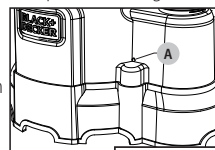

Imagen 3
- Esta bomba está equipada con un orificio contra el bloqueo de aire. De este orificio saldrá un chorro de agua cuando la bomba esté en funcionamiento. Esta es una característica normal de esta bomba. Cuando una bomba se bloquea por aire, funciona, pero no mueve agua. Un bloqueo de aire hará que la bomba se sobrecaliente y falle. Si sospecha que hay un bloqueo de aire, desenchufe la bomba, limpie el orificio contra el bloqueo de aire con un clip o un trozo de cable y vuelva a poner en marcha la bomba. Vea la imagen 3.